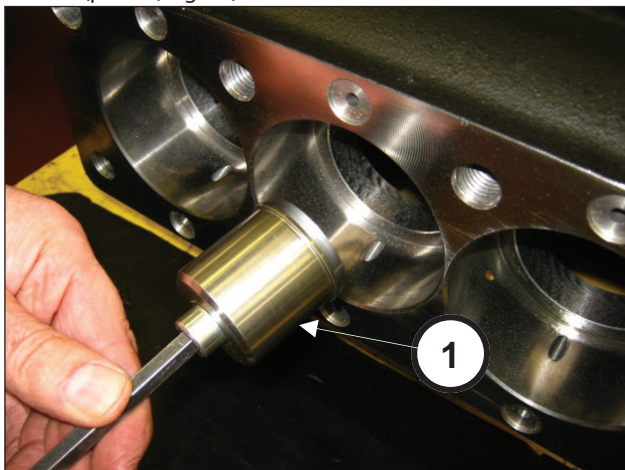
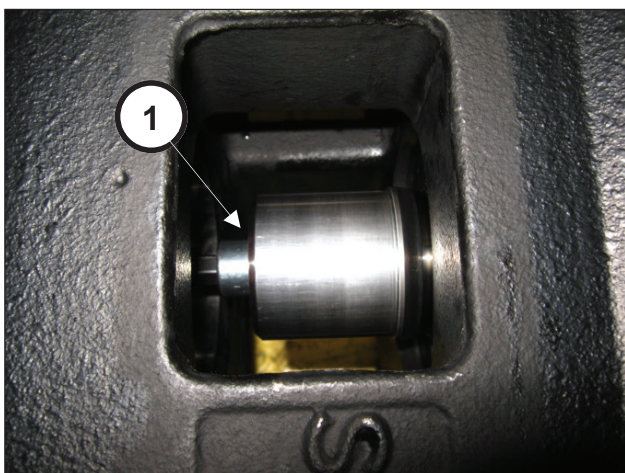

Fig. 34
Fig. 35
Inserire l'attrezzo (pos. ①, Fig. 34) e avvitarlo sullo stelo fino a battuta (pos. ①, Fig. 35).
Dopo aver verificato la perfetta pulizia del carter inserire il gruppo semibiella-guida pistone all'interno delle canne del carter (pos. ①, Fig. 35).
Bloccare i tre gruppi utilizzando l'apposito attrezzo cod. 27566200 (pos. ①, Fig. 34).